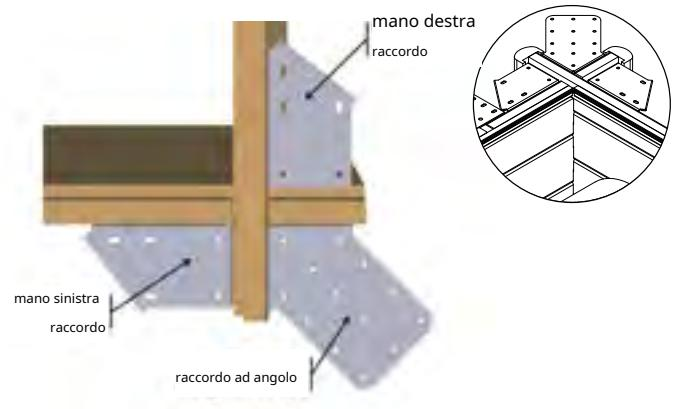

Figura 20 - Montaggio del raccordo negli angoli
I raccordi metallici hanno lo scopo di sostenere il bordo e consentirne il fissaggio in posizione. Assicurati che siano posizionati correttamente. Dovrebbero essere a filo con la parte superiore della parete della piscina e allineati tra loro e le piastre della mensola di copertura *Figura 20*
- In ciascuno degli angoli, montare un raccordo destro, uno sinistro e uno angolare come mostrato in *Figura 20*. Utilizzare 4 viti di sicurezza 6×20 , A2 SS (sacchetto G) per raccordo angolare 6 viti di sicurezza 6×20 in A2 SS (busta per raccordo, per un totale di 64 viti).